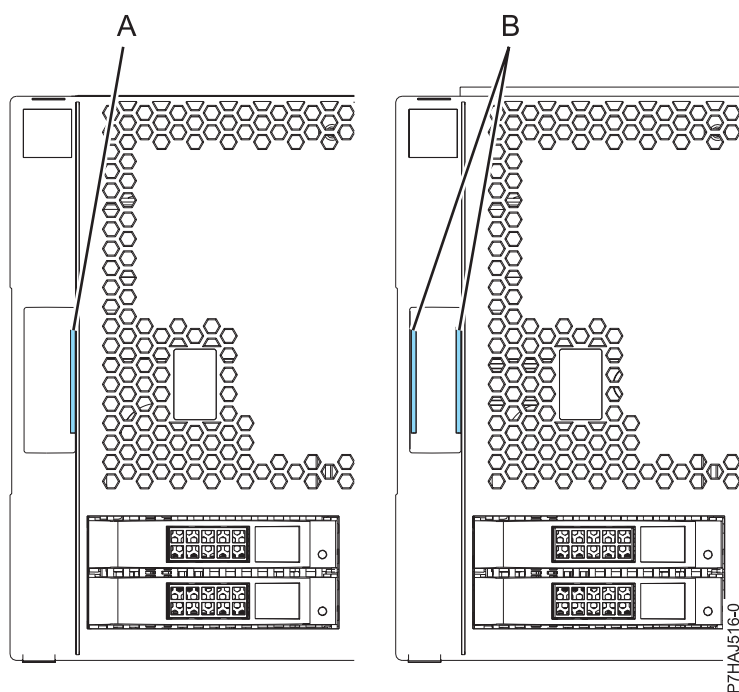

Figura 9. Identificación de las cubiertas más antiguas y más recientes
Nota: Las cubiertas más antiguas suministradas antes del 1 de marzo de 2011 pueden identificarse por una sola banda azul (A) en los mecanismos de cierre de la cubierta. Las cubiertas más recientes suministradas después de 1 de marzo de 2011 tienen dos bandas azules (B) en los mecanismos de cierre de la cubierta. Consulte Figura 9 en la página 30.